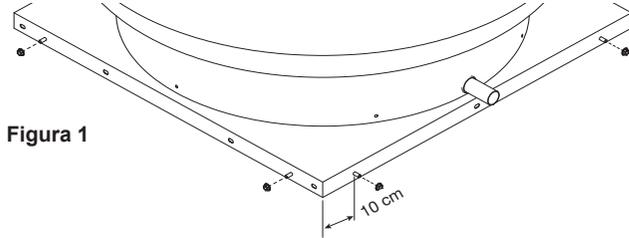

Figura 1
1. Antes de colocar la unidad en la parte superior de la base de montaje y montar este juego, instale los remaches soldados de 5/16 pulg.-18 x 3/4 pulg. L en los orificios de la tapa de la base de montaje, aproximadamente a 10 cm de las esquinas, ocho en total. Consulte la Figura 1.